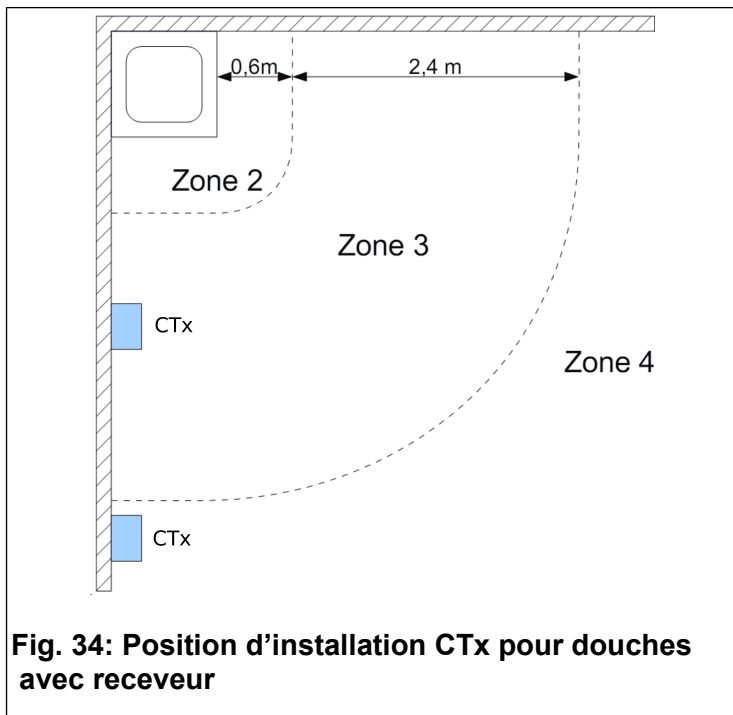

Fig. 34: Position d'installation CTx pour douches avec receveur
la «Zone 4» et d'utiliser la version alimentée à 12Vcc dans la «Zone 3». Consultez la Fig. 34 et la Fig. 35 pour l'identification des zones.
- La législation en vigueur dans le pays d'installation pour la mise en place des équipements électriques dans des endroits particuliers (douches, piscines, etc.). Lorsque le CTx est utilisé pour la temporisation de douches, la norme IEC60364-7 permet sa mise en place dans la «Zone 3», à condition qu'il soit alimenté par l'intermédiaire d'un disjoncteur différentiel avec un courant de seuil de 30mA. Pour agir en toute sécurité nous recommandons d'installer les minuteurs dans la «Zone 4». Consultez la Fig. 34 et la Fig. 35 pour l'identification des zones.
- Lorsque la **centrale à relais** est utilisée pour la temporisation de douches, la norme IEC60364-7 permet sa mise en place dans la «Zone 3», à condition qu'elle soit alimentée par l'intermédiaire d'un disjoncteur différentiel avec un courant de seuil de 30mA. Pour agir en toute sécurité nous recommandons d'installer les minuteurs dans la «Zone 4». Consultez la Fig. 34 et la Fig. 35 pour l'identification des zones.
Montez l'unité d'alimentation fournie à l'intérieur d'un panneau électrique placé loin de la zone de la douche, conformément à la législation en vigueur dans le pays d'installation. Par exemple, la norme IEC60364-7 impose une distance minimale de 3m du receveur de douche (Fig. 34) ou de 3,6m de la douche sans receveur (Fig. 35).